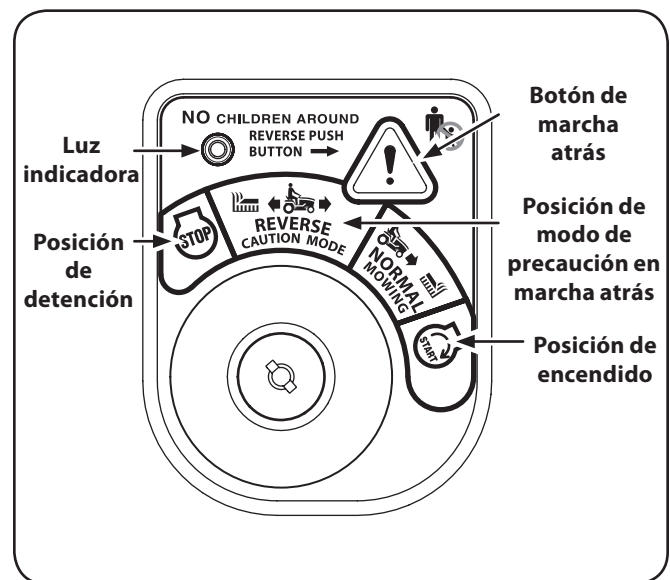

Figura 5-2
2. Gire la llave desde la posición de PODA NORMAL (verde) hasta la posición de MODO DE PRECAUCIÓN EN MARCHA ATRÁS (amarillo) del módulo del interruptor de llave. Vea la Figura 5-2.
3. Presione el BOTÓN DE MARCHA ATRÁS (botón triangular de color naranja) en la esquina superior derecha del módulo del interruptor de llave. La luz indicadora roja en la esquina superior izquierda del módulo del interruptor de llave se mantiene encendida (ON) mientras esté activado. Vea la Figura 5-2.